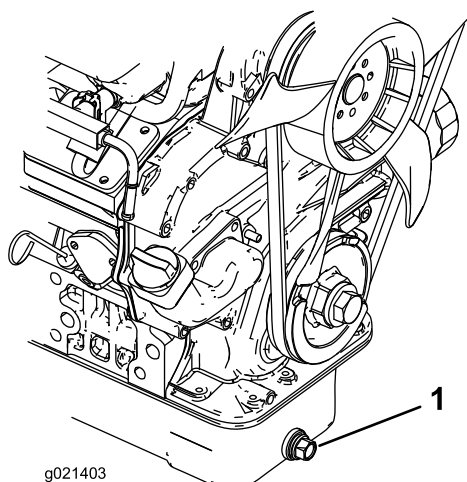

図 46
1. ドレンプラグ (図 46) を外してオイルを容器に受ける。オイルが抜けたらドレンプラグを取り付ける。